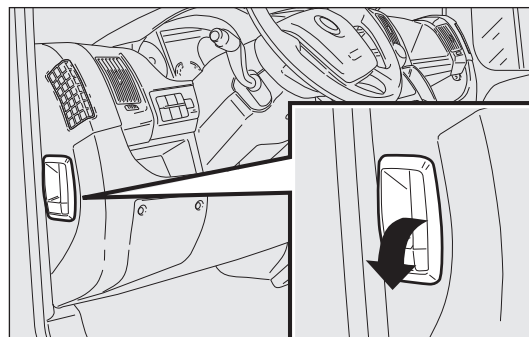

fig. 123
- ☐ tirer la manette fig. 123 dans le sens indiqué par la flèche;